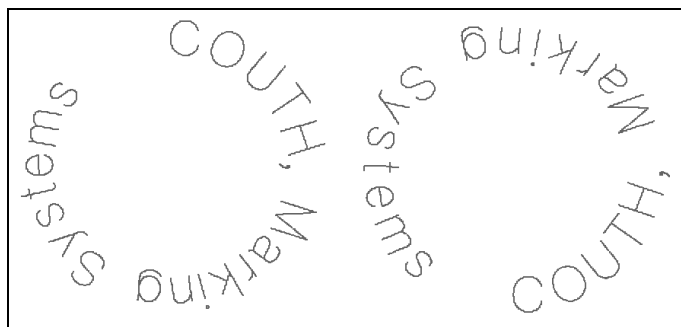

Рис. 33 – Пример маркировки по выпуклой и вогнутой дуге.
- **Выпуклая/Вогнутая дуга:** Выпуклая дуга формируется таким образом, что текст читается с внутренней стороны окружности (пример на рис.33 слева). Вогнутая дуга – текст читается с внешней стороны окружности (пример на рис.33 справа).